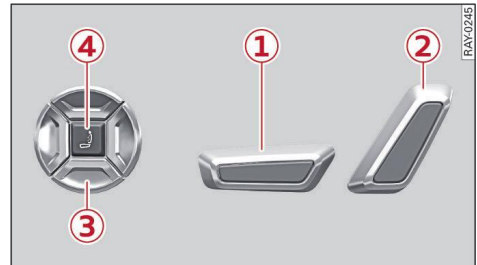

Fig. 47 Asiento delantero: Teclas para ajustar el asiento
- ▶ Para activar y desactivar la función de masaje, pulse la tecla ④ ⇒ fig. 47.
- ▶ Para acceder al menú **Masaje** pulse la tecla **4** ⇒ pág. 71, fig. 47.
- ▶ Para activar y desactivar la función de masaje, pulse la tecla **4** ⇒ pág. 71, fig. 47. O bien: